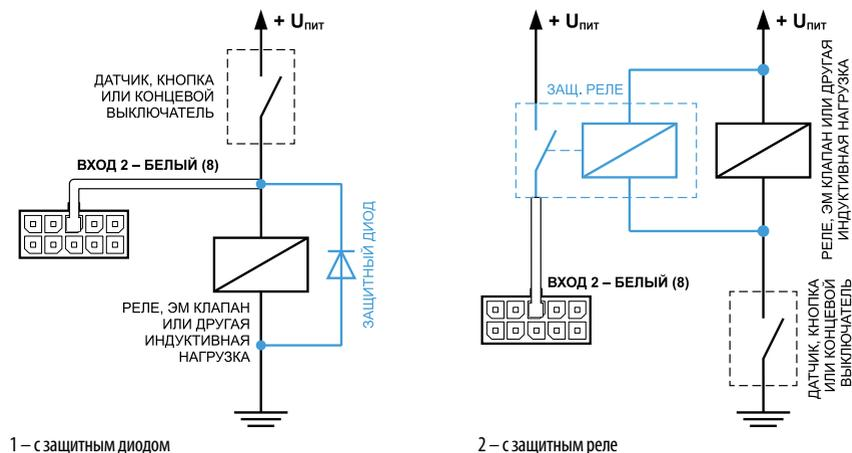

Рис. 14. Варианты подключения цифрового входа по «+» в цепь с индуктивной нагрузкой.
2. Защитное реле (Рис.14) – устанавливается параллельно индуктивной нагрузке. При этом контакты защитного реле служат для замыкания входа контроллера на «массу».